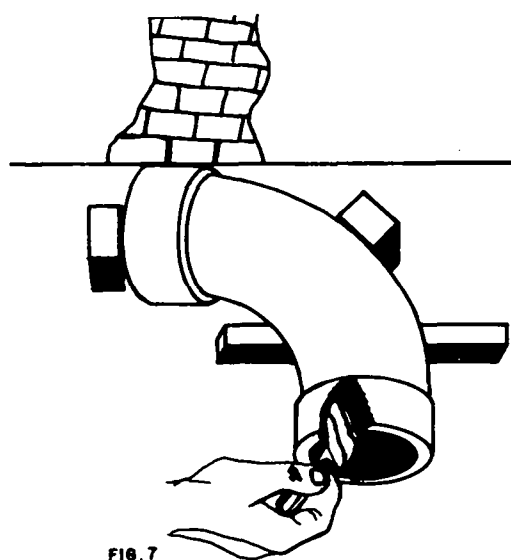

FIG. 7
6.º Passo — Aplique pasta lubrificante na ponta da curva (fig. 7).